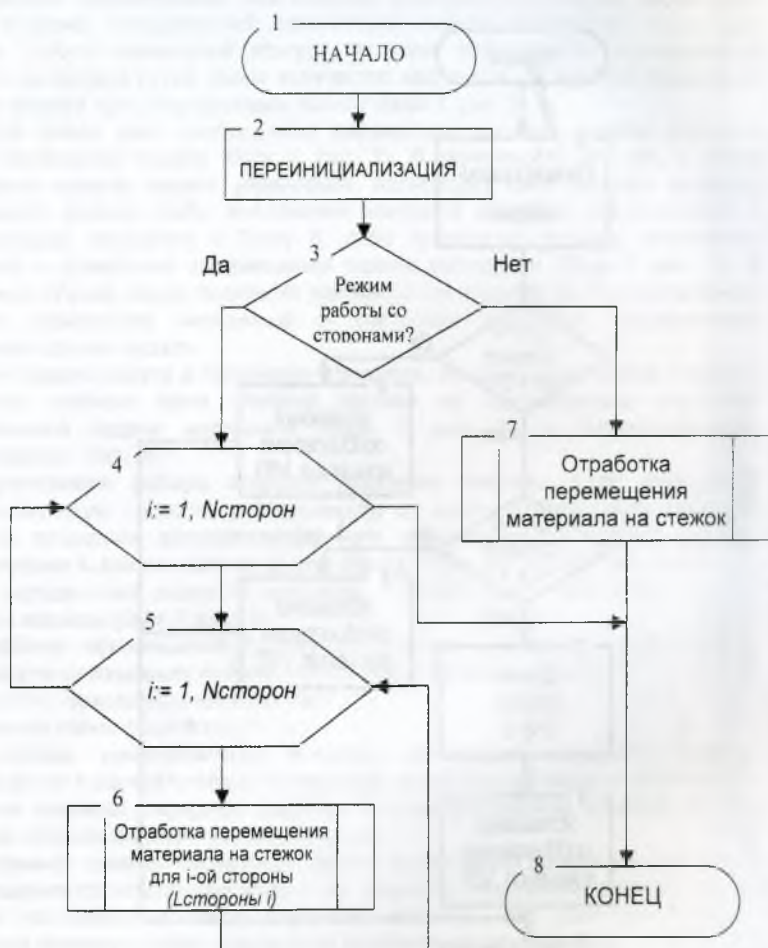

Рисунок 4
4) Отработку перемещений подачи материала, с заданными параметрами и режимом работы машины (рис. 4).
Обработка перемещения (транспортирования) материала происходит в зависимости от заданного режима работы швейной машины (рис. 4):